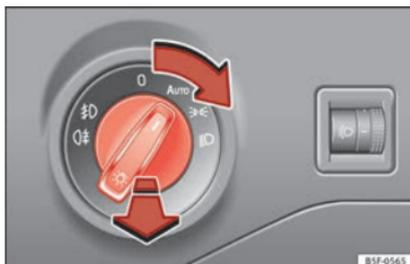

Fig. 35 Planche de bord : commande des feux.
- Tournez l'interrupteur dans la position désirée » fig. 35.